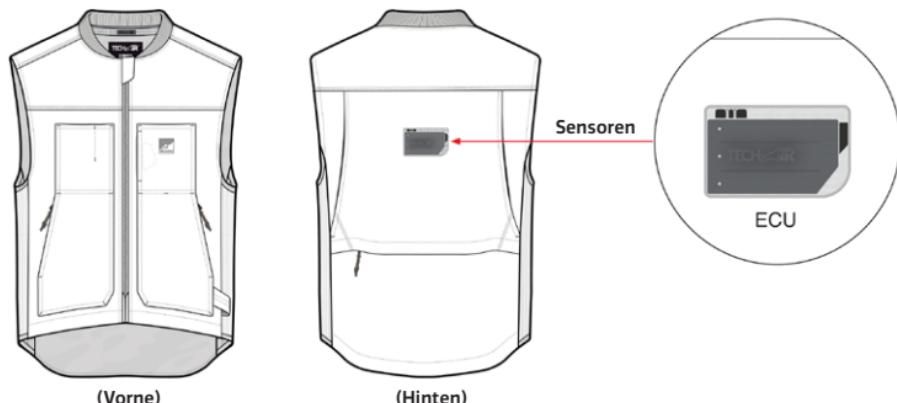

Abbildung 1: Standort des Sensors
Das System besteht aus einer Weste mit einem integrierten Airbag-Steuergerät (mit eingebauten Sensoren) und einer LED-Anzeige (2) (Abbildung 1). Die elektronische Airbag-Steuereinheit enthält einen dreiachigen Beschleunigungsmesser und ein dreiachsiges Gyroskop (auch als Sensorcluster bezeichnet). Diese Sensoren überwachen den Körper des Benutzers auf Erschütterungen oder unerwartete Bewegungen. Sollte der Körper des Benutzers einer hohen und/oder plötzlichen Energiemenge ausgesetzt sein, wird das System ausgelöst. Dies kann der Fall sein, wenn das Motorrad in einen Unfall verwickelt ist, z. B. wenn das Motorrad mit einem anderen Fahrzeug oder einem Hindernis kollidiert, wenn der Fahrer die Kontrolle über das Motorrad verliert oder wenn der Fahrer vom Motorrad stürzt.